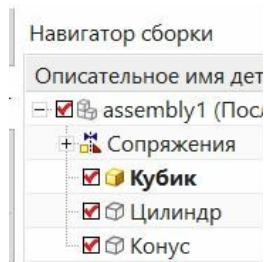
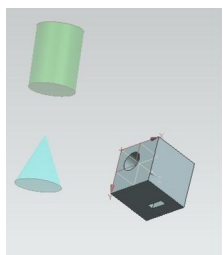
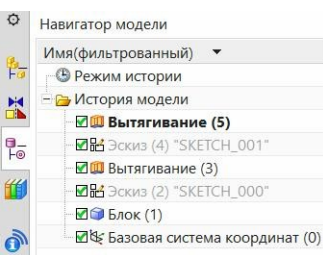

Рис.68
рис.69
рис.70
- Если вы выберете первый вариант - *Сделать рабочей деталью*, то в НСб строка данной детали останется четкой, а все остальные строки – станут тусклыми (рис.68). Кроме этого, в *рабочем поле* все детали сборки за исключением вашей *рабочей детали* также окажутся тусклыми (рис.69).
- Но самое главное - в *навигаторе модели* теперь отразится дерево построения *рабочей детали* (рис.70), и вы сможете выполнить над этой деталью любые манипуляции и изменения. Причем, во время редактирования *рабочей детали* вы всё время видите очертания остальных деталей сборки, учитываете их присутствие (рис.69).
- Чтобы вернуться в обычный режим, нужно в *навигаторе сборки* (рис.68) поставить курсор на пассивную строку имени **всей сборки**, вызвать контекстное меню, и опять сделать *рабочей деталью* всю сборку. Но самым быстрым и простым способом превращения какого-либо компонента в *рабочую деталь* является **двойной клик** по соответствующей строке в НСб!